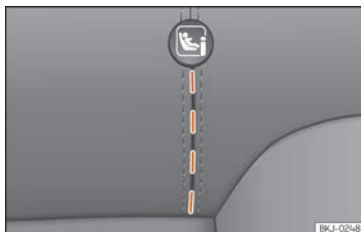

Fig. 36 Asiento trasero: ranuras troqueladas.
- Proceda previamente a la apertura manual del troquelado situado detrás de las ranuras marcadas para tener acceso a las argollas de sujeción »» fig. 36.